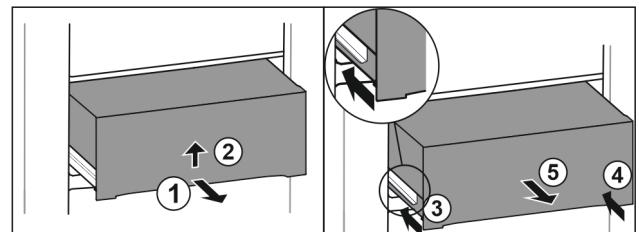

Fig. 33
- ▶ 将抽屉拉出一半。Fig. 33 (1)
- ▶ 从底部抬起抽屉。Fig. 33 (2)
- ▶ 推入左侧轨道。Fig. 33 (3)
- ▶ 推入右侧轨道。Fig. 33 (4)
- ▶ 朝前取出抽屉。Fig. 33 (5)